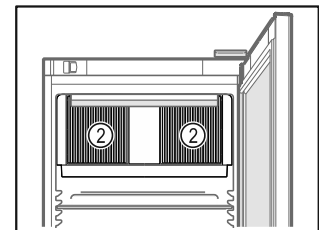

Fig. 61
- ❑ Oslobodite ventilacijske proreze Fig. 61 (2) za ventilator optoćnog zraka u unutrašnjosti.